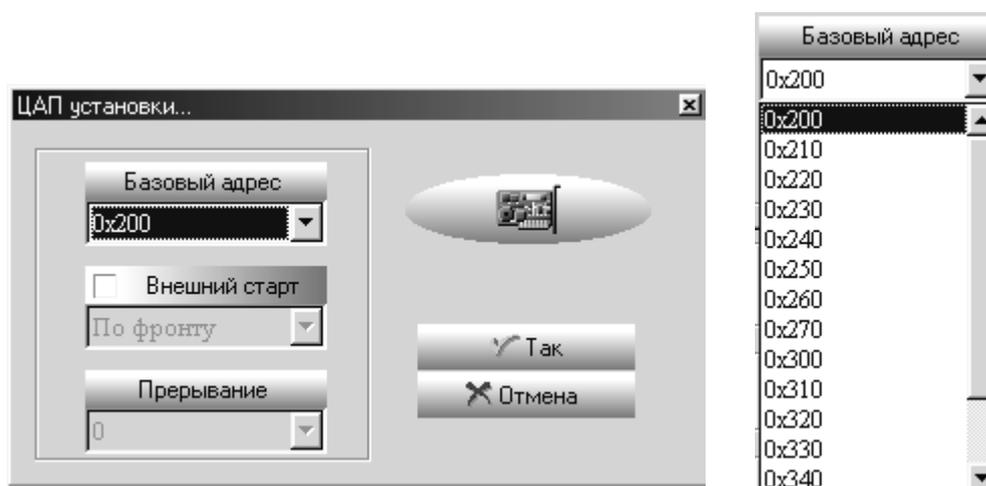

Рис. 6. 12
Если щелкнуть мышью на кнопке «Установки» то на мониторе ПЭВМ появится окно «ЦАП установки», как показано на Рис. 6. 12.
6.2.3.1.1 Поле «Базовый адрес» позволяет установить базовый адрес преобразователя в соответствии с установками переключателя SA1 для ГСПФ-051 (см. п. 6.1.1.3 на стр. 40), а также базовый адрес устройства PCI или USB в адресном пространстве этих шин, если используется несколько ГСПФ-052 или ГСПФ-053 в одной ПЭВМ. Для выбора базового адреса нужно его выбрать из списка (см. Рис. 6. 12).